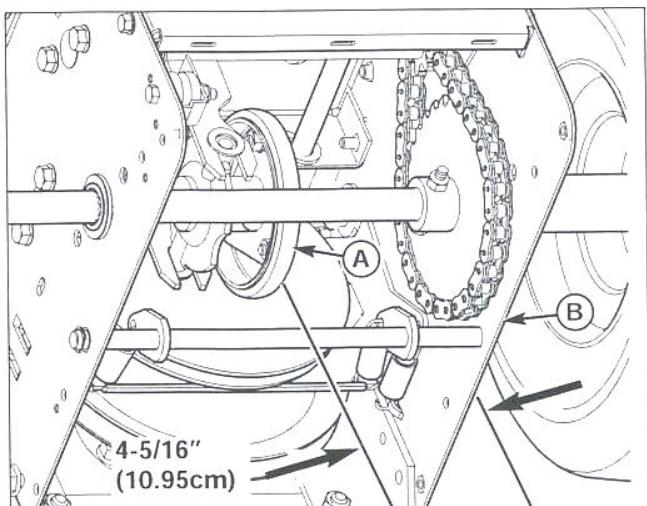

Рис. 24. Регулировка фрикционного диска
7. Определите положение фрикционного диска (A, рис. 24). Правильное расстояние от правой стороны фрикционного диска до внешней стороны рамы составляет 10,95 см. Если фрикционный диск не находится в правильном положении, произведите его регулировку следующим образом.
8. Передвигните фрикционный диск (A, рис. 24) на правильное расстояние – 10,95 см.
4. Ослабьте болт (B, рис. 24) на крышке ремня (A). Снимите крышку ремня (A).